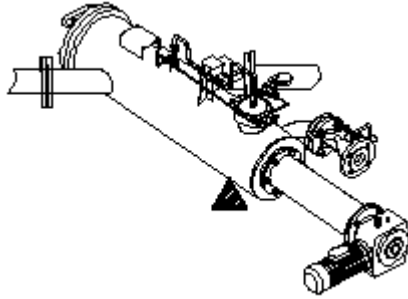

图 4
- 2) 过滤器有三种安装方式，其中“▲”表示建议支撑位置，见图4~6，但应注意水流方向不可弄错，安装时应尽量使水力控制阀处于水平位置或向下的位置，以保证排污彻底。